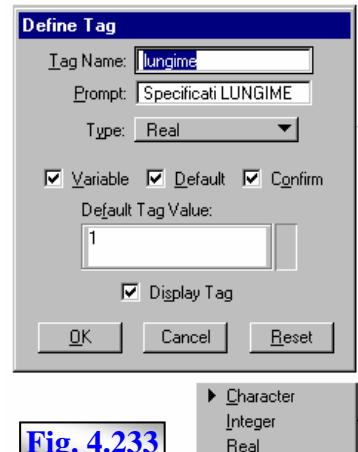
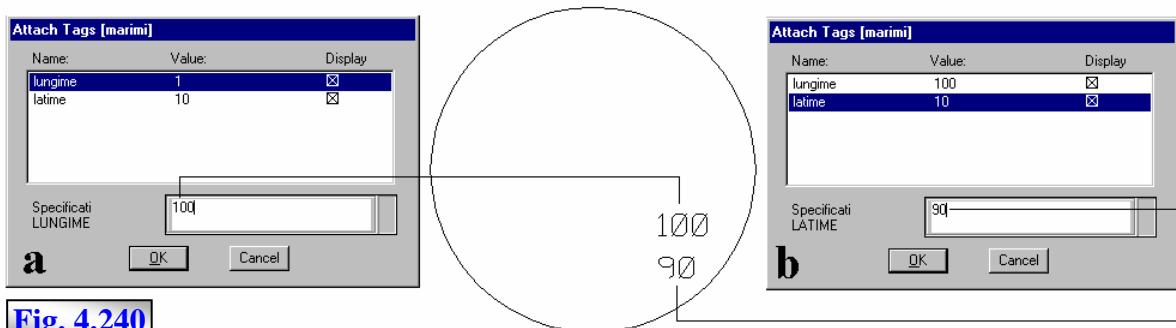

Fig. 4.233
Fig. 4.240
Pentru definirea unei etichete **tag** se impune selecția primară a setului **tag sets** căreia i se va asocia viitoarea etichetă **tag**, prin poziționarea cursorului pe numele unui set din lista asociată zonei **Sets**, fig. 4.230, după care, prin intermediul butonului **Add** din zona **Tags**, se activează fereastra **Define Tag**, fig. 4.233, destinată specificării caracteristicilor etichetei și care este prevăzută cu următoarele controale:
- **Reset** – acționează în timpul creerii etichetei, prin inițializarea valorilor din câmpurile ferestrei **Define Tag**, fig. 4.233.
Modificarea caracteristicilor unei etichete tag se poate realiza, pe butonul **Edit** din zona **Tags**, după selecția numelui de modificat din lista asociată zonei **Tags**, prin activarea aceleiași ferestre **Define Tag**, fig. 4.233, cu aceleași câmpuri, în care sunt încărcate valorile
- = dacă pentru fiecare etichetă s-a definit câte o valoare implicită prin fereastra **Define Tag**, fig. 4.233 și dacă nu s-a activat controlul **Confirm** pentru nici una
- = în caz contrar procedura continuă prin afișarea ferestrei **Attach Tags**, care conține lista etichetelor asociate setului de etichete selectat, fig. 4.240 și are asociat titlului ferestrei numele setului preselectat;
- = selecția etichetei prin poziționarea cursorului pe numele acesteia în fereastra, **Attach Tags**, fig. 4.240;
- = specificarea valorii asociate, în câmpul rezervat la baza inferioară a ferestrei, care conține o valoare implicită și care este semnalizat printr-un **prompt**, ambele fiind predefinite prin fereastra **Define Tag**, fig. 4.233, la momentul creerii etichetei;
Fig. 4.240 exemplifică atașarea la elementul grafic cerc a setul de etichete **mărimi**, care conține etichetele *lungime* și *latime*, ambele fiind declarate ca în fig. 4.233, respectiv: de tip real, cu valoarea implicită 1 și cu activarea confirmării. Fig. 4.240-a exemplifică actualizarea etichetei *lungime*, cu valoarea 100, iar fig. 4.240-b exemplifică actualizarea etichetei *latime*, cu valoarea 90, ambele etichete fiind active pentru afișare prin controlul **Display** și asociate cercului cu valorile specificate.
- = specificarea valorii asociate, în câmpul rezervat la baza inferioară a ferestrei, care conține o valoare implicită și care este semnalizată printr-un **prompt**, dacă acesta s-a predefinit prin fereastra **Define Tag**, fig. 4.233, la momentul creerii etichetei, în caz contrar afișând mesajul **Value ?**;
Display nu este activat, eticheta se va afișa conform stării predefinite la crearea etichetei prin fereastra **Define Tag**, fig. 4.233; lista **ON/OFF** devine inactivă, la dezactivarea controlului **Display**;